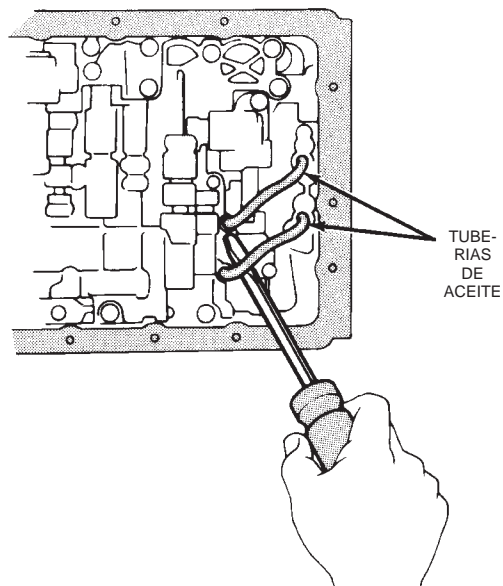

Fig. 51 Desmontaje de las tuberías de aceite del cuerpo de válvulas de la transmisión
(4) Retire la tubería de aceite del cuerpo de válvulas (Fig. 51). Cuidadosamente extraiga la tubería del cuerpo de válvulas haciendo palanca con un destornillador.